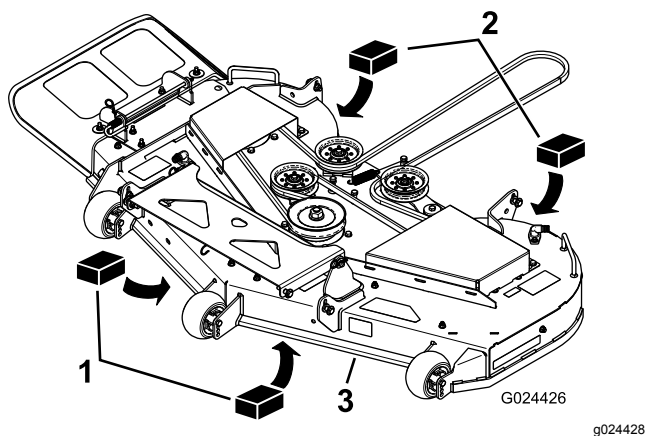

Figura 71
3. Coloque 2 calços de 6,6 cm debaixo de cada lado da extremidade frontal da plataforma, mas não debaixo dos suportes do rolo antidanos (Figura 71).
4. Coloque 2 calços de 7,3 cm de espessura debaixo da extremidade traseira da aba da plataforma de corte, um em cada lado da plataforma de corte (Figura 71).